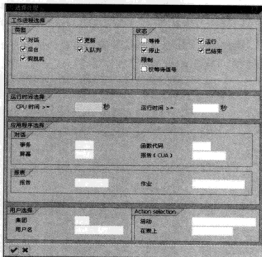

图 13-3 “选择处理”对话框
STEP 3 单击“选择处理”按钮，在弹出的“选择处理”对话框中可以按照进程的“类型”、“状态”、“CPU 时间”等来选择处理的对象。另外对于应用程序，还可以按照“对话”、“报表”、“用户选择”等来处理对象，如图 13-3 所示。